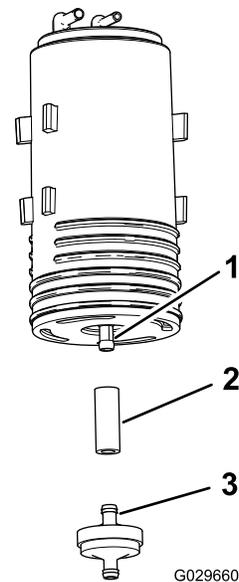

Figura 51
4. Rimuovete il filtro del canister a carboni attivi e la sezione corta del flessibile dal raccordo inferiore del canister a carboni attivi (Figura 51).
5. Montate il flessibile sul raccordo inferiore del nuovo canister a carboni attivi (Figura 51).
6. Inserite il raccordo del nuovo filtro del canister a carboni attivi nel flessibile (Figura 51).